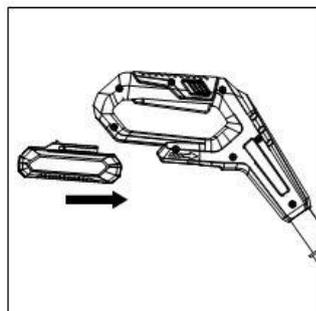
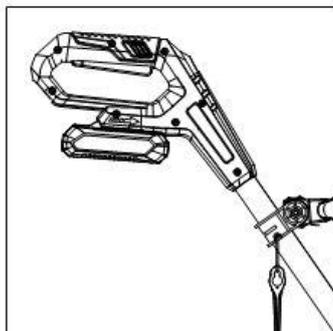

Fig. 7
Fig. 8
• Pressez les boutons de verrouillage se trouvant de chaque côté de la batterie. Poussez la batterie dans le support de la poignée comme montré sur la Fig.7. Quand la batterie est positionnée comme sur la Fig.8, relâchez les boutons et assurez-vous que ceux-ci se verrouillent correctement avant de lâcher la batterie.